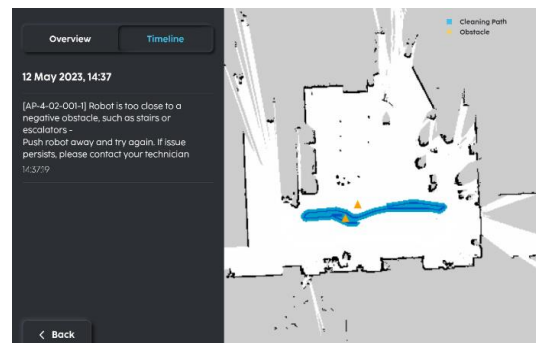

FIGURE 6-17
5. Sélectionnez l'onglet 'Chronologie' pour plus de détails (Fig. 6-17).